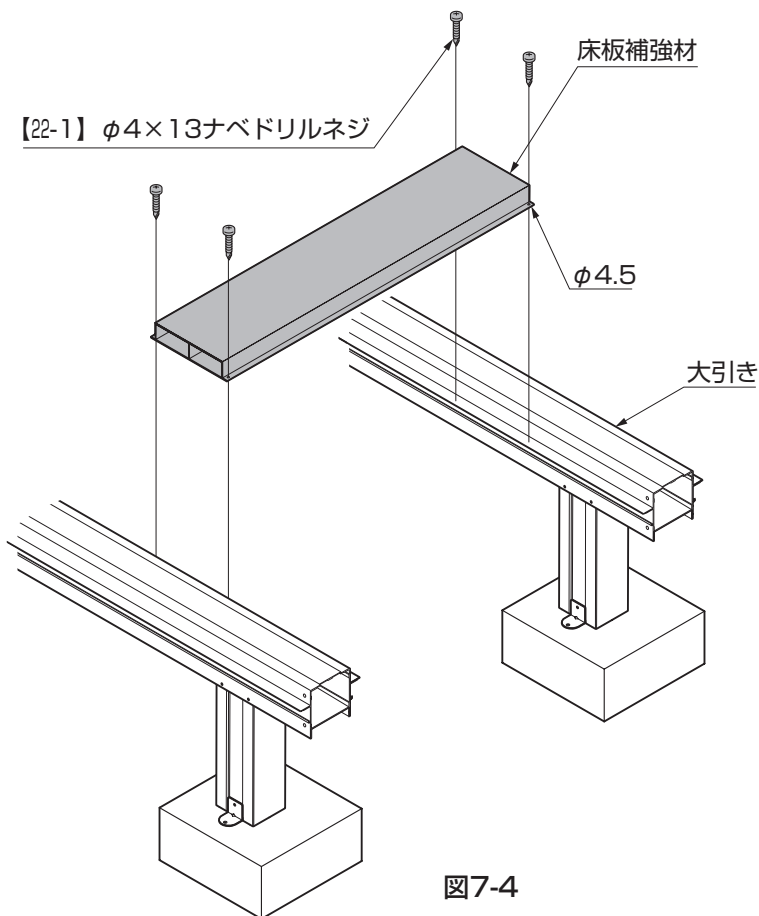

図7-4
①大引きピッチ(※1)にあわせて床板補強材を切断してください。(図7-4参照)